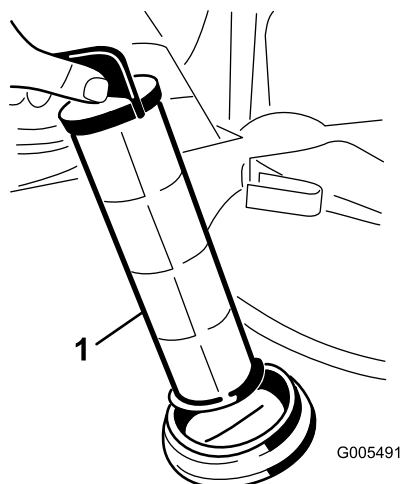

Figure 55
4. Sortez la crépine d'aspiration de l'orifice (Figure 55).